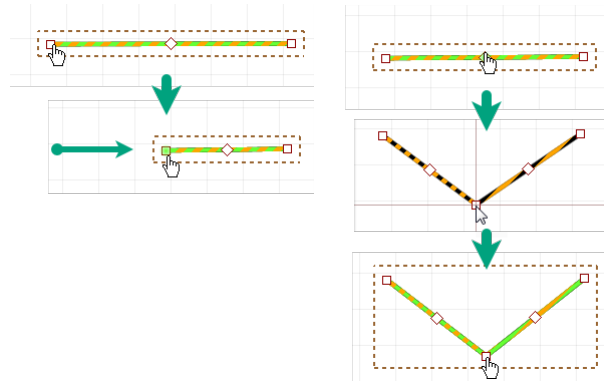

Рис. 296 Точки редактирования отрезка
Точки редактирования отрезка - точки начала и конца сегмента, которые могут перемещаться произвольно, а также точка в середине отрезка, которая позволяет создавать излом. Излом создается путем перемещения средней точки в сочетании с горячей клавишей «Ctrl», см. Рис. 296.
**Примечание!** При редактировании угла излома отрезка, он будет разделен на два новых сегмента, см. Рис. 296.